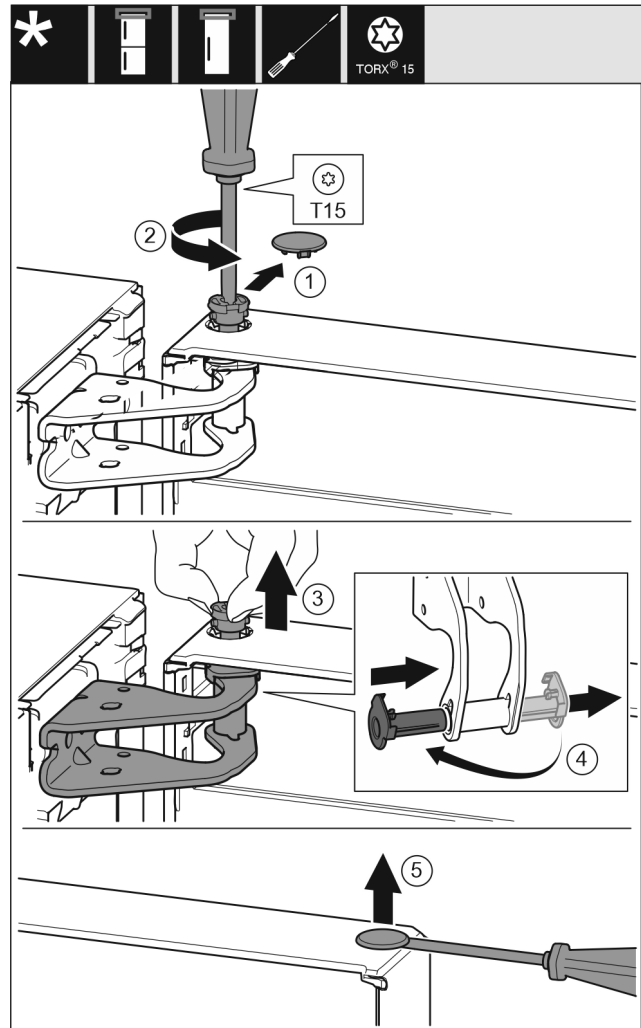

Fig. 6
- ▶ Træk forsigtigt sikringsafdækningen af. Fig. 6 (1)
- ▶ Skru bolten lidt ud med en skruetrækker T15. Fig. 6 (2)
- ▶ Hold fast i døren, og træk bolten ud med fingrene. Fig. 6 (3)
- ▶ Træk lejbøsningen ud af føringen. Sæt den i fra den anden side, og lad den gå i indgreb. Fig. 6 (4)
- ▶ Løft forsigtigt propperne ud af lågens lejbøsning med en kærvskrue-trækker, og træk dem ud. Fig. 6 (5)